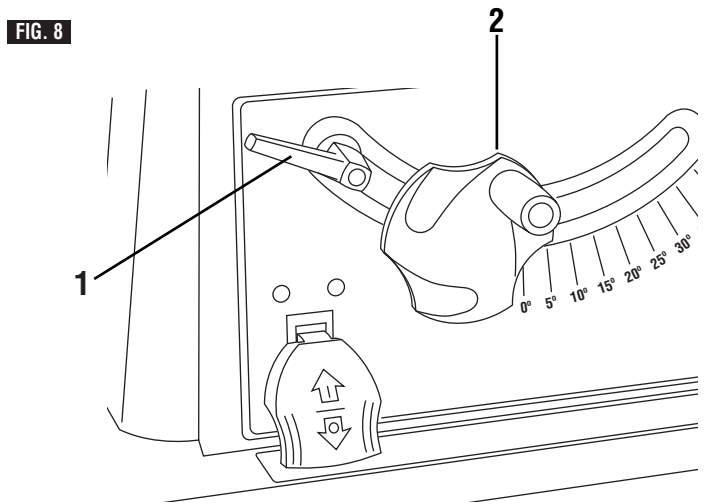

FIG. 9
3. Place a combination square on the table with one end of square against the blade as shown (Fig. 9), and check to see if the blade is 90 degrees to the table. If the blade is not 90 degrees to the table, loosen the blade angle lock, loosen 90 degree adjustment screw **3** a few turns and push the elevation wheel until the blade is 90 degrees to the table. Then tighten blade angle lock and tighten 90 degree adjustment screw **3** until it stops.
3. Placez une équerre à combinaison sur la table en appuyant l'une de ses branches contre la lame (fig. 9), et vérifiez si la lame est bien à 90° par rapport à la table. Si ce n'est pas le cas, desserrez la poignée de verrouillage du dispositif d'inclinaison de la lame, desserrez de quelques tours la vis de réglage de la butée à 90° **3** et poussez le volant de réglage de la hauteur jusqu'à ce que la lame soit à 90° par rapport à la table. Resserrez alors la poignée de verrouillage et revissez à fond la vis de réglage de la butée **3**.
3. Coloque una escuadra de combinación sobre la mesa con un extremo de la escuadra contra la hoja tal como se muestra (Fig. 9) y compruebe si la hoja se encuentra a 90 grados respecto a la mesa. Si la hoja no está a 90 grados respecto a la mesa, afloje el mango de fijación de la inclinación de la hoja, afloje el tornillo de ajuste de 90 grados **3** unas cuantas vueltas y empuje la rueda de elevación hasta que la hoja se encuentre a 90 grados respecto a la mesa. Luego, afloje el mango de fijación de la inclinación de la hoja y apriete el tornillo de ajuste de 90 grados **3** hasta que se detenga.